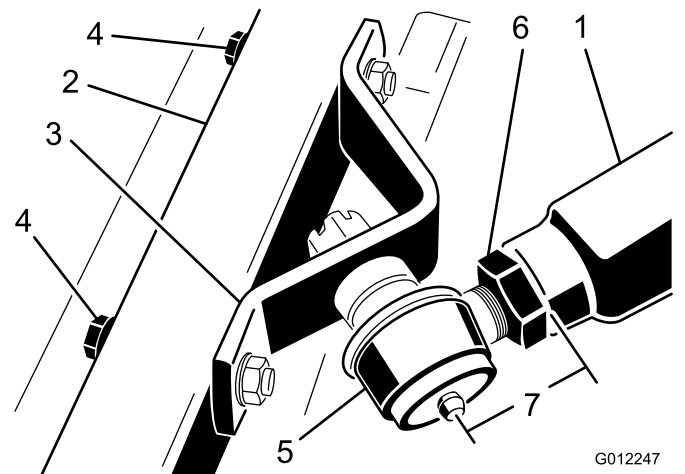

Figure 9
2. Vissez la rotule dans le bras de poussée droit jusqu'à ce que le centre de la rotule se trouve à 60 mm de l'avant du bras de poussée (Fig. 9). Ne serrez pas l'écrou de blocage.
6. Serrez le grand écrou de blocage qui fixe la rotule au bras de poussée (Figure 9). Lors du serrage de l'écrou de blocage, maintenez la rotule bien droite pour permettre une oscillation correcte pendant le relevage et l'abaissement du plateau de coupe. Avec précaution, enlevez le bloc de bois qui maintient le bras de poussée abaissé.